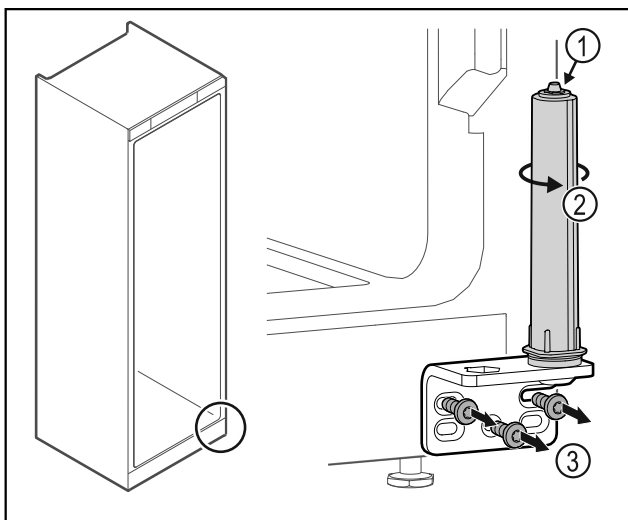

Fig. 33
► Ärge võtke ukسلukustussüsteemi lahti Fig. 33 (1).
- Keerake sulgemissüsteemi Fig. 33 (2), kuni see klõpsub.
- Kruvige šarniirnergik maha Fig. 33 (3).